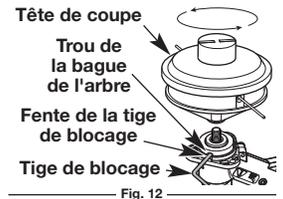

Fig. 12
1. Placez le tête de coupe tel qu'illustré (Fig. 12). Alignez le trou de la bague du corps de l'arbre avec l'encoche de la tige de verrouillage. Insérez la tige de verrouillage dans le trou de la bague du corps de l'arbre.
3. Tout en gardant la tige de verrouillage en place, fixez la tête de coupe à l'extrémité de l'arbre en la vissant dans le sens antihoraire jusqu'à ce qu'elle soit bien en place (Fig. 12).